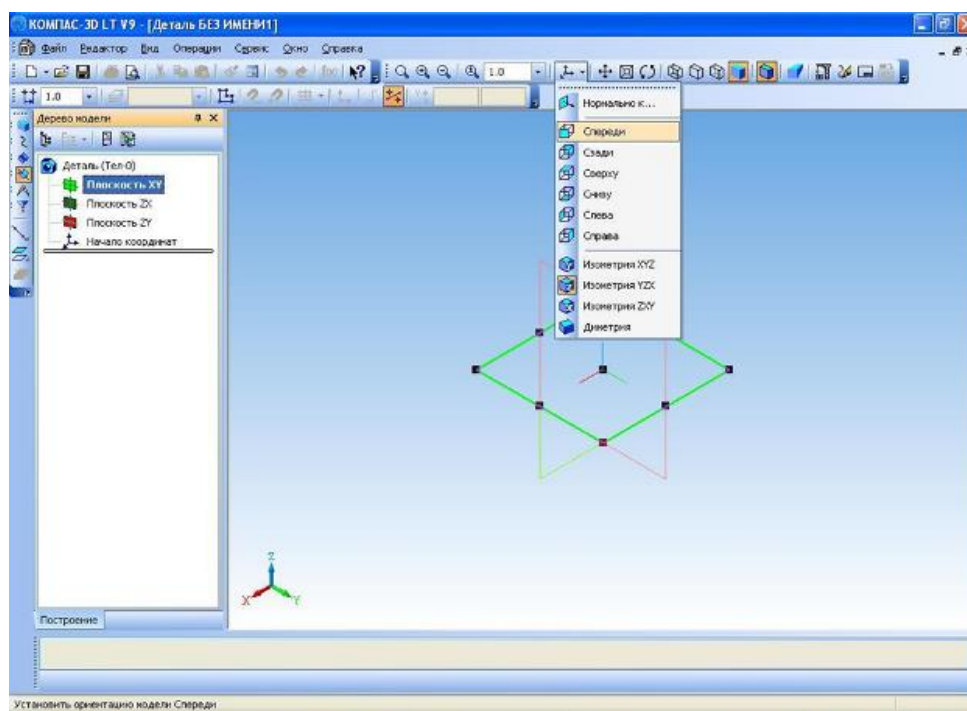

Рис.2
**Дерево построения детали** - это представленная в графическом виде последовательность элементов, составляющих деталь. В Дереве построения детали отображаются: обозначение начала координат, плоскости, оси, эскизы, операции и Указатель окончания построения модели. (см. приложение рис.2)